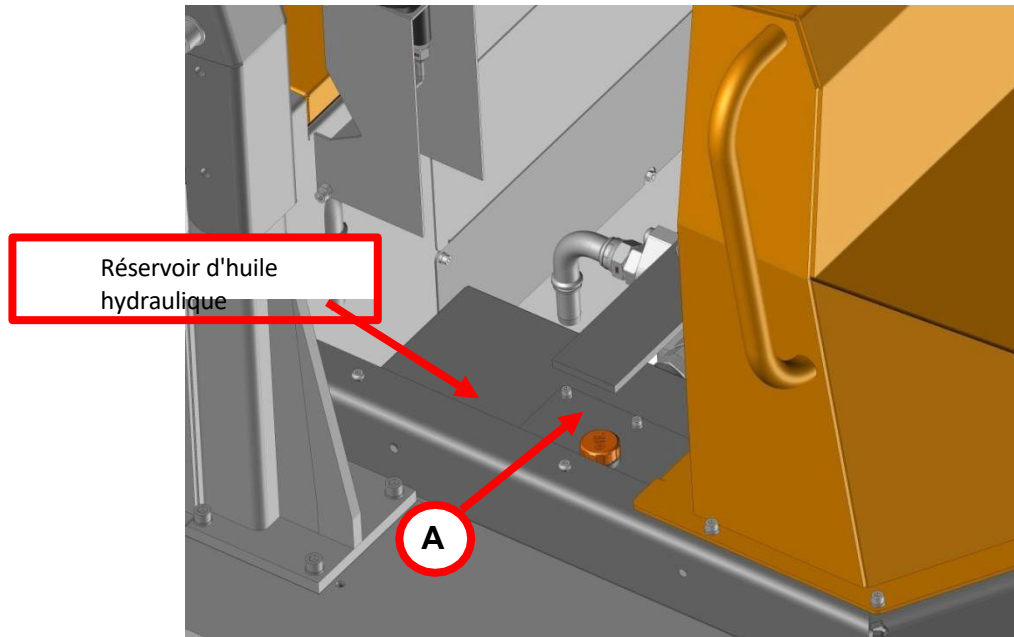

Figure 40. Réservoir d'huile hydraulique
Remplissage d'huile hydraulique : pour accéder au réservoir d'huile hydraulique, suivez la procédure décrite à la partie 8.2, section c, afin de retirer le marchepied. Le réservoir hydraulique se trouve sous le marchepied, du côté droit (figure 40). Procédez comme suit pour contrôler / remplir le réservoir d'huile hydraulique :
5. Ouvrez le couvercle A comme indiqué sur la figure 40 afin de purger la pression du réservoir d'huile hydraulique.